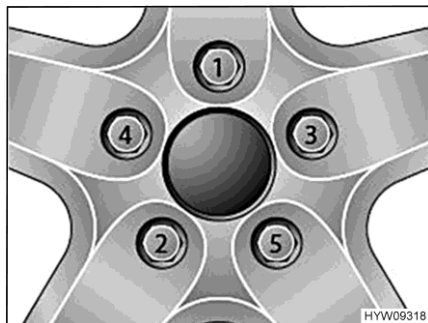

Bild 47 Dra fast hjulmuttrarna eller hjulbultarna korsvis
- Dra fast hjulmuttrarna eller hjulbultarna i den ordning som anges i Bild 47. Använd en momentnyckel och observera det angivna åtdragningsmomentet (se avsnitt 14.5).
- Kontrollera regelbundet att hjulmuttrarna eller hjulbultarna är ordentligt åtdragna. Om du har bytt däck ska hjulmuttrarna eller hjulbultarna dras åt efter 5 mils körning. Följ den ordning som anges i Bild 47.
- Då nya eller nylackerade fälgar används bör hjulmuttrarna eller hjulbultarna dras åt efter ca 100 till 500 mil. Följ den ordning som anges i Bild 47.